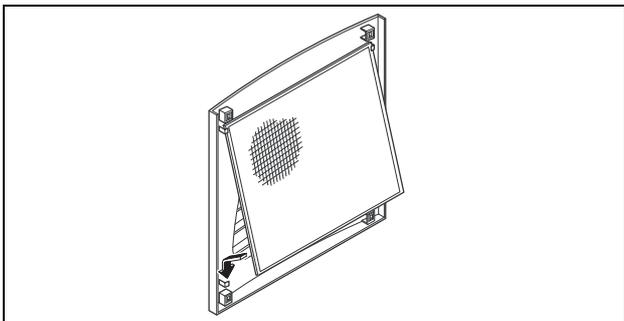

Рис. 34: Установить фильтрующую прокладку
- Поместите фильтрующую прокладку, как показано на рис. 34, во внутрь решетки и установите ее обратно на корпус.